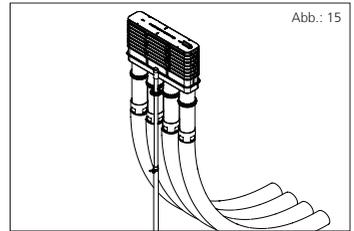

Abb.: 15
- MSH Basic-FUBO-E-SR4 (Grundkörper) mit eingesteckten KES-Schlauchsystemen (siehe Abb.: 15).